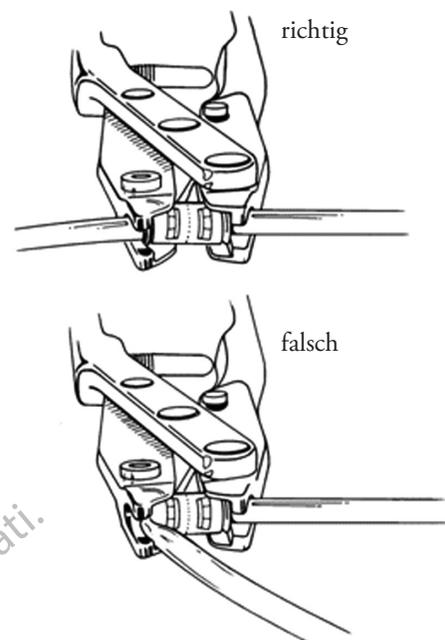

Abbildung 4-34. Konnektorenzange schließen
7. Zangengriffe bis zum Anschlag zusammendrücken (**Abbildung 4-34**).